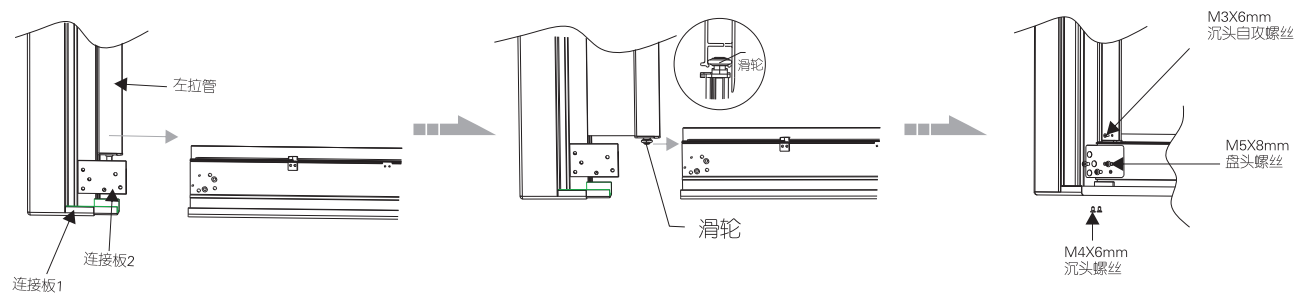

图 2
2.将左拉管拉出适量距离，按图示方向将滑轮扣入横框架的凹槽内，接着让竖框架的连接板1与连接板2 插入横框架中（注意：上下操作相同），分别装入并拧紧相对应的螺钉；如图2